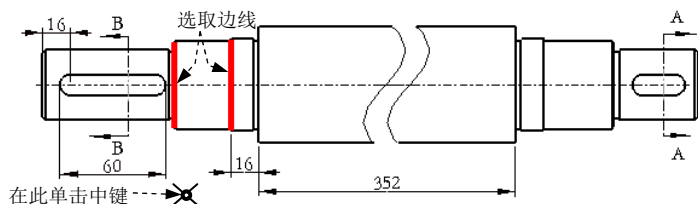
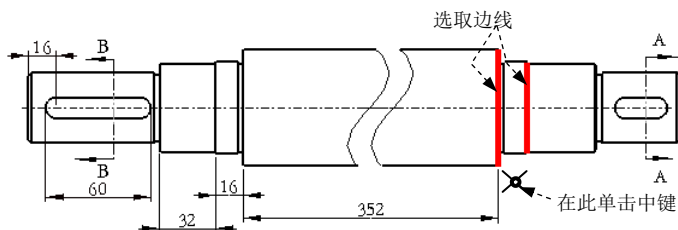
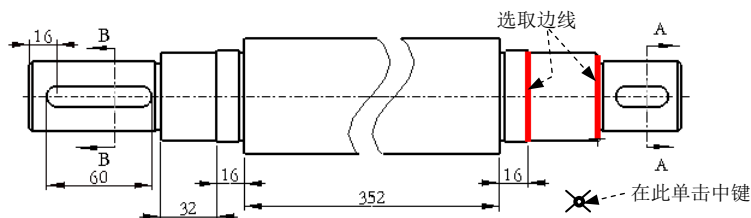

图 5.9.10 定义尺寸标注的参考(三)
图 5.9.11 定义尺寸标注的参考(四)
图 5.9.12 定义尺寸标注的参考(五)
(3) 添加尺寸(三)。按住 Ctrl 键, 分别选取图 5.9.10 所示的两条边线, 然后在图 5.9.10 所示的位置单击中键, 放置尺寸, 结果如图 5.9.11 所示。
(4) 添加尺寸(四)。按住 Ctrl 键, 分别选取图 5.9.11 所示的两条边线, 然后在图 5.9.11 所示的位置单击中键, 结果如图 5.9.12 所示。
(5) 添加尺寸(五)。按住 Ctrl 键, 分别选取图 5.9.12 所示的两条边线, 然后在图 5.9.12 所示的位置单击中键, 结果如图 5.9.13 所示。